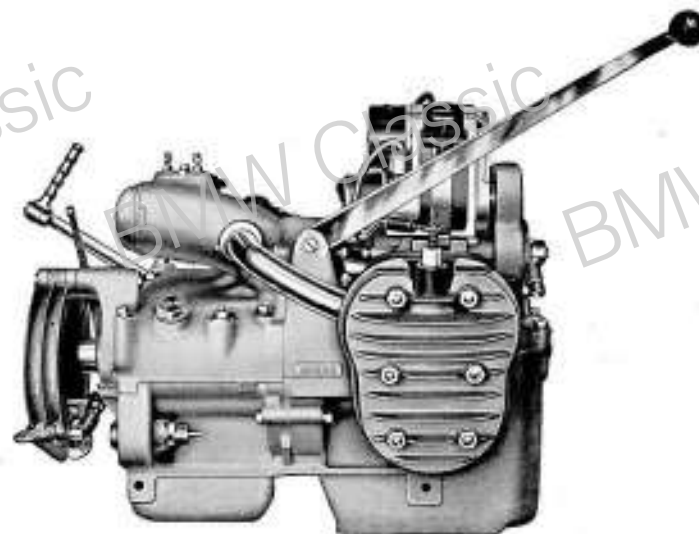

Abb. 3.
1. Allgemeines: Der mit der Kupplung und dem Getriebe zu einem Block vereinigte Motor (Abb. 3) wird auf den unteren Rahmenrohren mittels durchgehender Verbindungsschrauben festgehalten. Nach deren Lösung kann der ganze Block abgenommen werden, was jedoch nur bei vollständiger Ueberholung erforderlich ist. Sämtliche Teile sind ohne Ausbau des Motors oder des Getriebes leicht zugänglich. Die seitlich herausragenden Zylinder können nach Lösen der Befestigungsmuttern und Entfernung der Saug- und Auspuff-
Bild 3: Arbeitshub. Das verdichtete Gemisch wird von der Zündkerze entzündet. Die erfolgende Explosion treibt den Kolben wieder nach innen, wobei der Kolben seine Kraft an die Kurbelwelle des Motors abgibt.